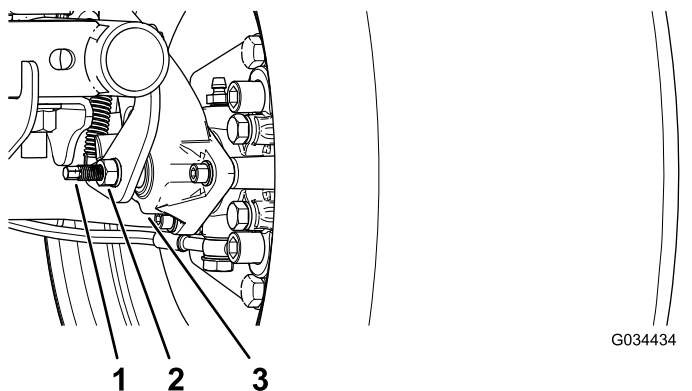

Figure 61
3. Utilisez 2 clés, une pour maintenir le tenon de réglage en place sur l'étrier et l'autre pour desserrer l'écrou de blocage de 1/4 de tour (Figure 61).
4. Tout en maintenant le tenon de réglage et l'écrou de blocage en place, tournez le tenon pour le serrer (Figure 61).
5. Tout en maintenant le tenon de réglage et l'écrou de blocage en place, tournez le tenon en arrière de 1/4 de tour (Figure 61).
6. Tout en maintenant le tenon de réglage et l'écrou de blocage en place, serrez l'écrou de blocage (Figure 61).